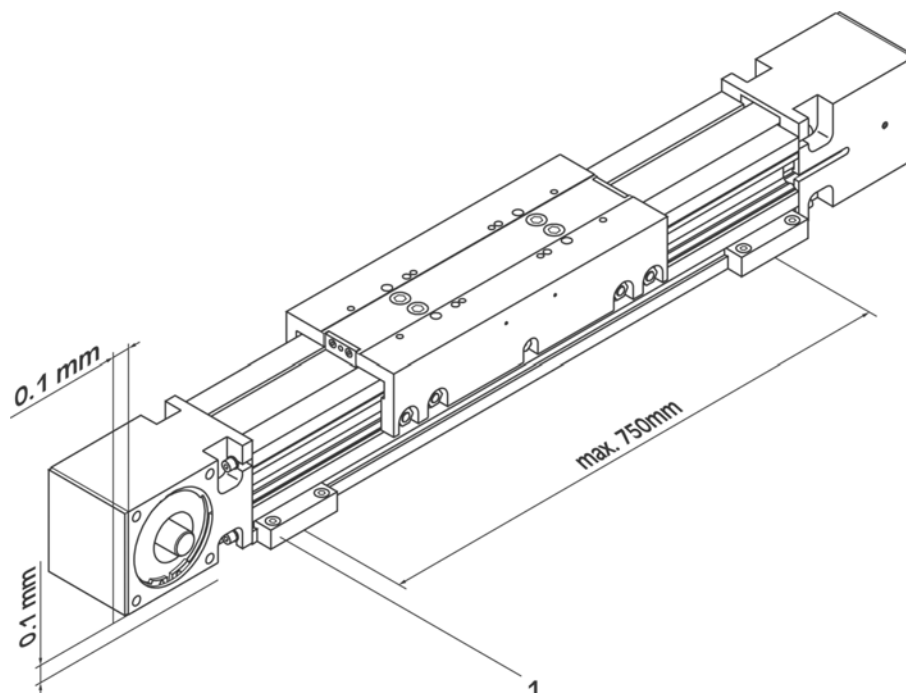

Bild 4: Montage WIESEL SPEEDLine®
1. **Bild 4:** Lockern der betreffenden Befestigungsleiste.